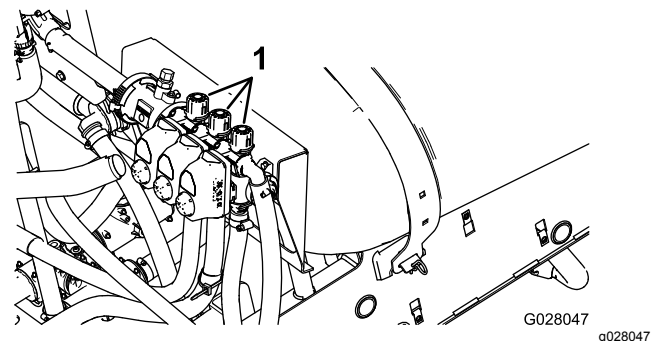

Figura 74
10. Desactive el brazo izquierdo y ajuste la válvula de desvío del brazo (Figura 74) hasta que la presión marcada coincida con el nivel previamente ajustado (típicamente 2,76 bar).
12. Ajuste la válvula de desvío del brazo derecho (Figura 74) hasta que la presión marcada está en el nivel previamente ajustado (típicamente 2,76 bar).
14. Ajuste la válvula de desvío del brazo central (Figura 74) hasta que la presión marcada coincida con el valor previamente ajustado (típicamente 2,76 bar).